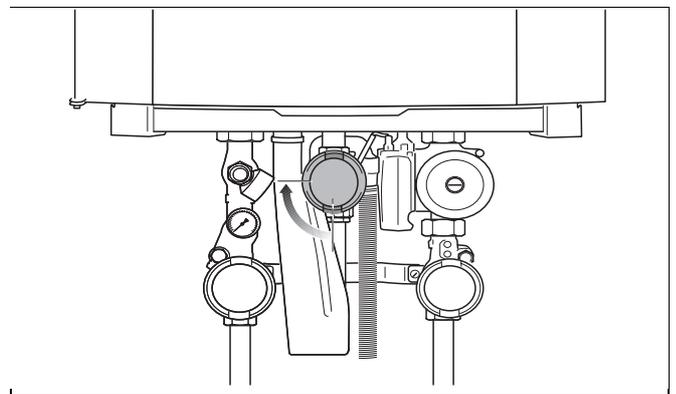

Fig. 72 Aprire il rubinetto del gas
- Aprire lentamente il rubinetto del gas. Per procedere in tal senso, premere il rubinetto del gas e ruotarlo di  $\frac{1}{4}$  di giro verso sinistra (fig. 72).
- Riaprire il rubinetto del gas. Per procedere in tal senso, premere il rubinetto del gas e ruotarlo di  $\frac{1}{4}$  di giro verso sinistra (fig. 72).